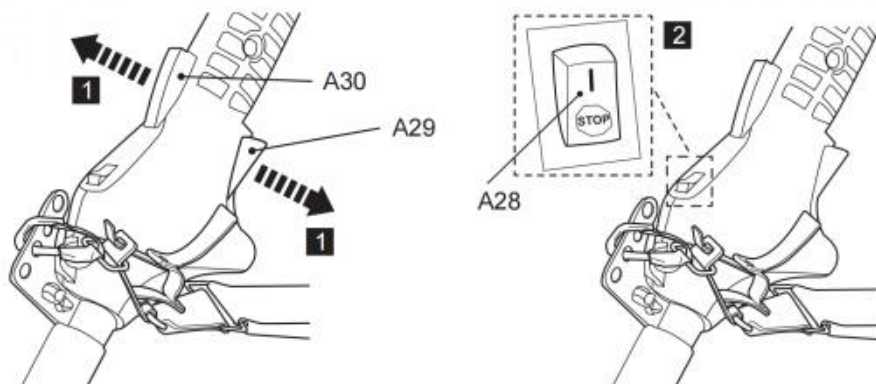

Fig. 42
2. Placez le contacteur d'allumage (A28) sur la position « STOP » (Fig. 42).